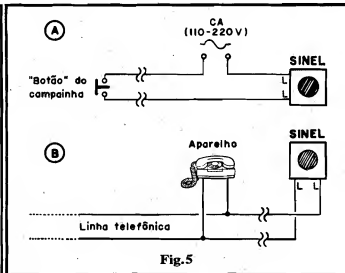

Fig.5
- FIG. 5 - INSTALAÇÕES BÁSICAS - No diagrama 5-A temos a instalação básica como campainha residencial... Notem que os pontos L-L da SINEL devem, simplesmente, ser ligados aos dois fios que originalmente alimentavam a "cigarra" a ser provavelmente substituída! Nada mais precisará ser "mexido"... Obviamente que se a instalação for nova, "zero quilômetro", então todo o arranjo (muito simples...) deve ser implementado, "puxando-se" um par de fios finos desde o "botão" da campainha (lá na entrada da residência) até a SINEL com a devida interrupção para conexão à rede C.A. local! Em 5-B temos o diagrama para instalação como "extensão sonora" para o sinal de chamada de telefone... Basta ligar os pontos L-L da SINEL aos dois "polos" (fios) da linha telefônica, podendo tal conexão ser feita com um par de fios finos no comprimento necessário (mesmo várias dezenas de metros...). Certamente que outras aplicações, também simples e óbvias, poderão ser dadas à SINEL. Devido ao seu